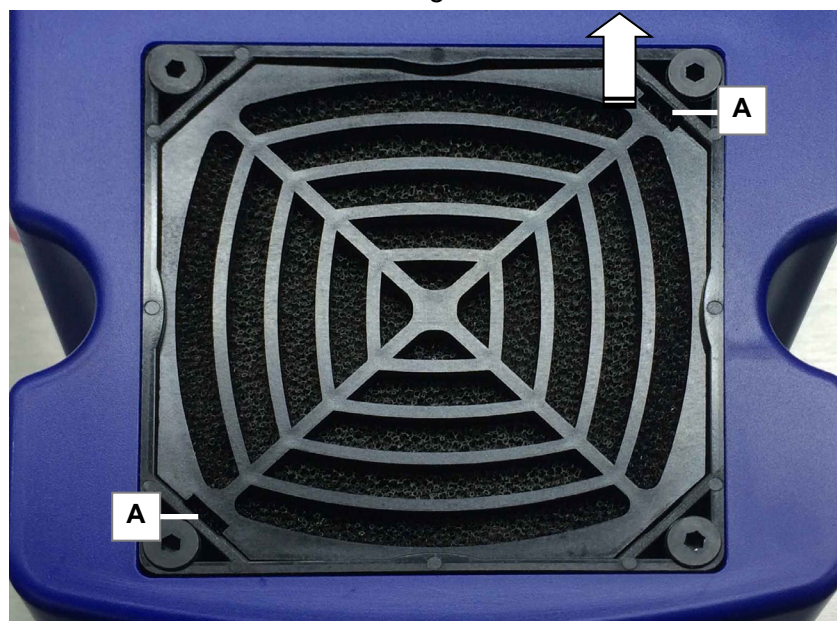

Fig. 8.3.3. Haube mit Lüftergitter / Montageschlitz.
1. Lüftergitter entfernen: Hebeln Sie das Lüftergitter z.B. mit einem Schraubendreher an den dafür vorgesehenen Montageschlitz (Abb. 8.3.3.A) aus dem Rahmen der Lüfterabdeckung.